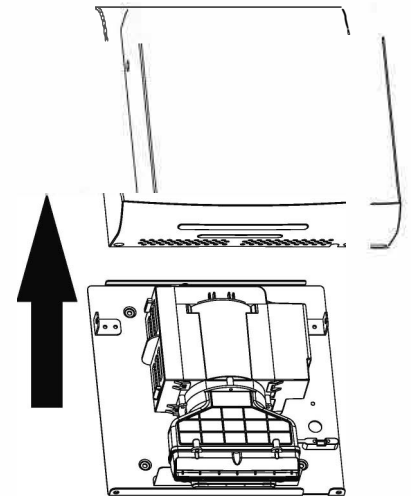

рис. 6
5. Снимите крышку сушилки, отвернув 4 винта. Две по бокам устройства, две у основания (рис. 6).